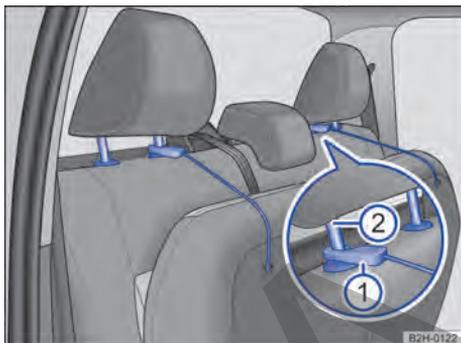

Fig. 59 En el asiento trasero: fijación de la banqueta en los apoyacabezas.
3. Dado el caso, suba el apoyacabezas y enganche la cinta → fig. 59 ① en la barra interior del apoyacabezas ②.